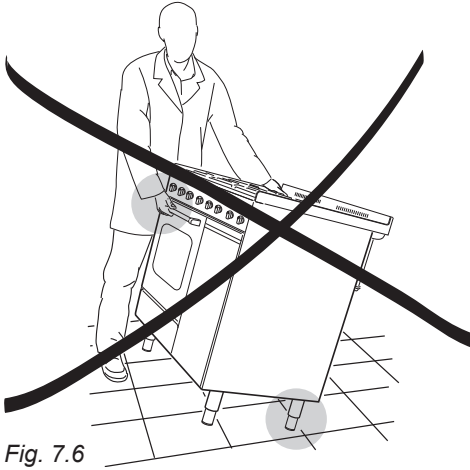

Fig. 7.6
**ATTENZIONE:** Non utilizzare la maniglia del forno per movimentare la cucina (fig. 7.6).